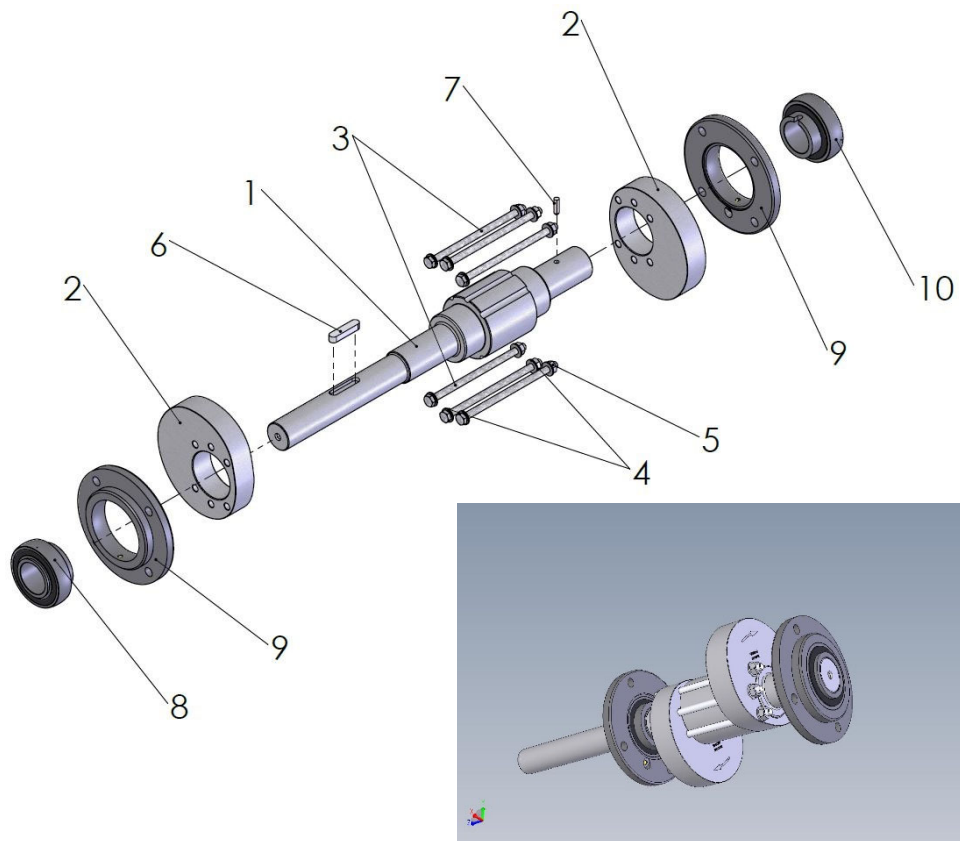

Fig. 8-5: Vue éclatée du dispositif d'entraînement
- Les numéros de position indiqués dans les étapes de travail se réfèrent à la Fig. 8-5 : Vue éclatée du dispositif d'entraînement.